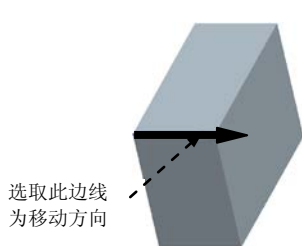

图 19.39 选取移动方向
Step1. 移动滑块 1，选取图 19.39 所示的边线为移动方向，输入要移动的距离值 15。